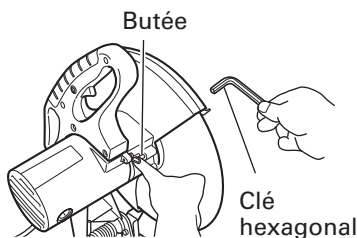

Fig. 12
1. Retrait du disque à tronçonner (Fig. 12)